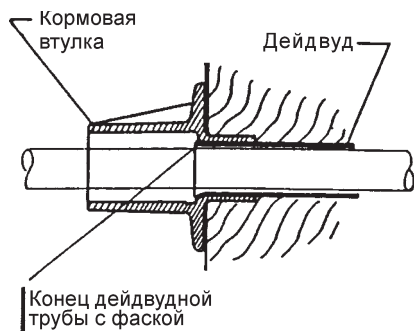

Рис. 1
- дейдвудная труба должна входить в кормовую втулку (рис. 1).